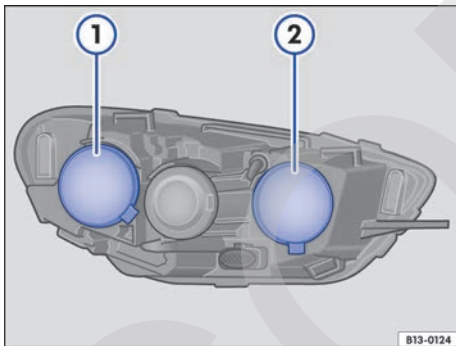
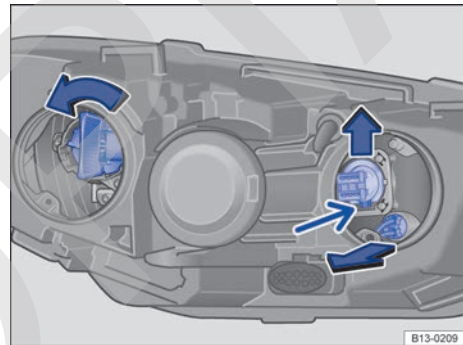

Fig. 139 En el vano motor: tapas del faro izquierdo. ① luz de cruce, ② luz de carretera o luz de posición.
Fig. 140 En el vano motor: cambio de lámparas en el faro izquierdo.
| → fig. 139 y → fig. 140 | ① | ② | ② |